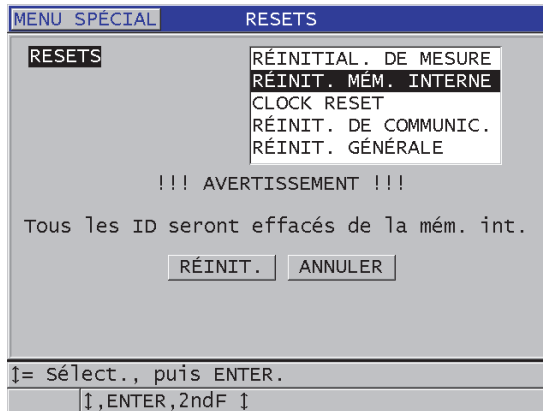

Figure 11-22 Message d'avertissement s'affichant lors de la réinitialisation des mesures
3. Dans l'écran **RESETS** (RÉINITIALISATIONS) (Figure 11-22 à la page 223), faites ce qui suit :